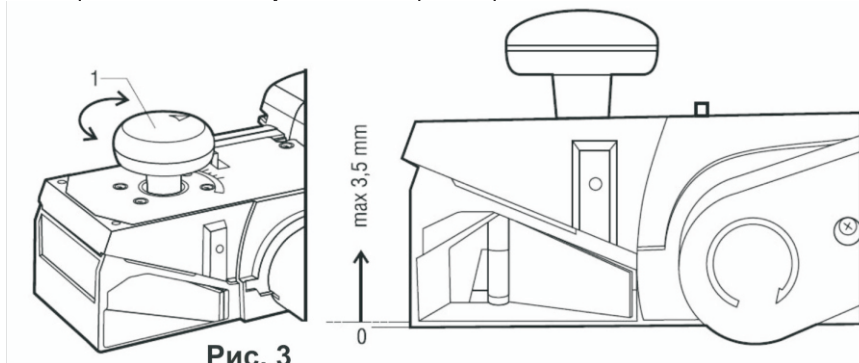

Рис. 3
- Глубина строгания рубанка определяется разницей установки между регулируемой передней частью подошвы скольжения и постоянной (неподвижной) задней частью подошвы рубанка (См. Рис.3).